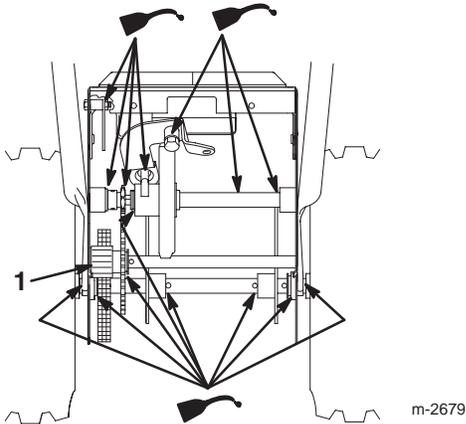

Bild 30
- 8. Das Achszahnrad leicht einfetten (Bild 30).